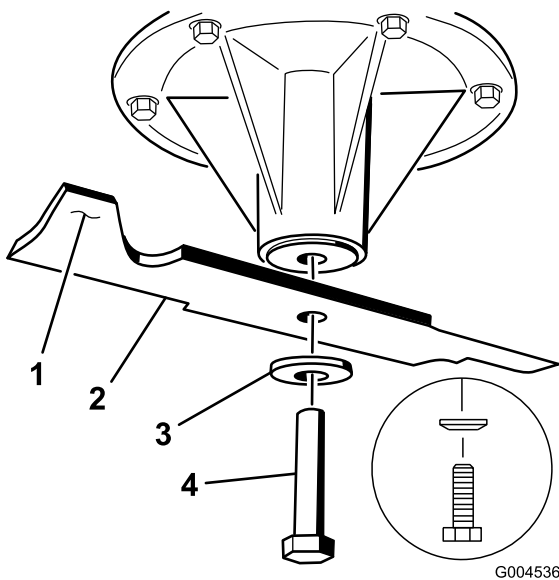

Figure 82
1. Placez la lame sur l'axe (Figure 82).
2. Installez la rondelle élastique et le boulon de la lame. Le cône de la rondelle élastique doit être dirigé vers la tête du boulon (Figure 82). Serrez les boulons des lames à un couple de 115 à 150 Nm.